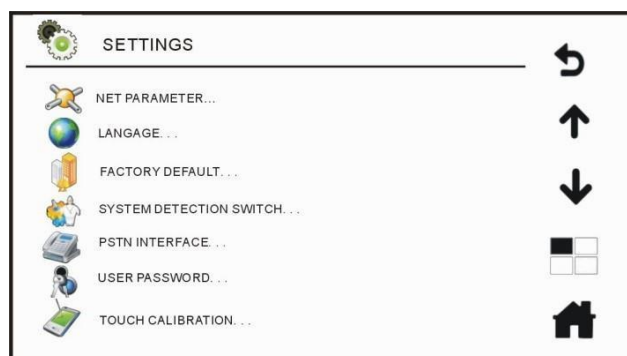
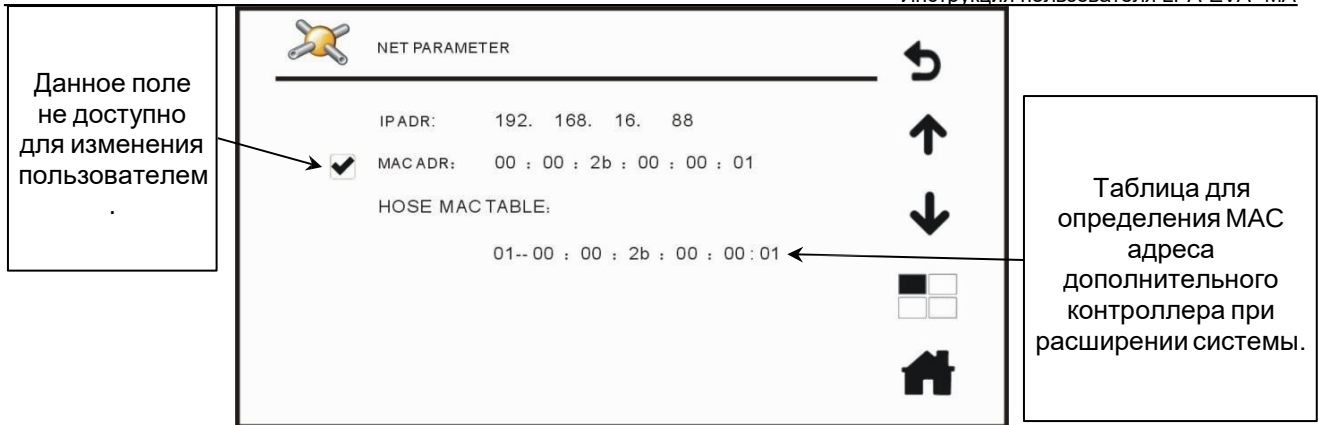

Рис. 4.25. Главное меню системных настроек
Рис. 4.26. Меню сетевых параметров
1. В окне **SETTINGS** (системные настройки), которое изображено на Рис. 4.25, нажмите кнопку подменю **NET PARAMETER** (сетевые параметры) и войдите в меню сетевых параметров для просмотра сетевой конфигурации системного оборудования. Здесь же можно делать запросы MAC-адресов оборудования. Меню сетевых параметров изображено на Рис. 4.26.
- В окне **SETTINGS** (системные настройки), которое изображено на Рис. 4.25, нажмите кнопку подменю **LANGUAGE** (язык) , чтобы войти в окно выбора языка системы и установите флажок ☒ напротив выбранного в списке языка: так вы сможете переключить интерфейс системы на удобный язык.